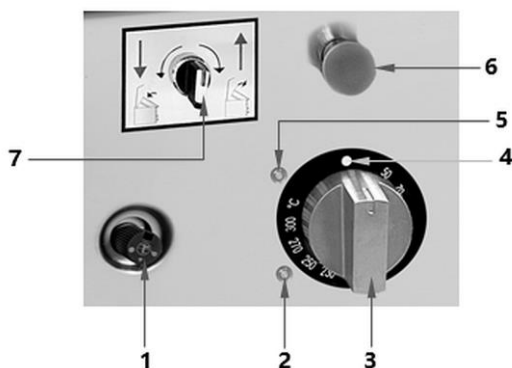

Abb. 10
2. Schalten Sie durch Drehen des Temperaturreglers (3, Abb. 10) das Gerät ein. Die grüne Betriebs-Kontrollleuchte (5) leuchtet auf.
3. Drehen Sie den Regler Zündung (1, Abb. 10) auf die Position Zündung  und halten Sie ihn gedrückt, bis die Flamme zündet.
Die Kippbratpfannen mit elektromotorischer Kippvorrichtung verfügen über einen roten Not-Aus-Knopf (6) an der Vorderseite (Abb. 10), dieser ermöglicht, den Betrieb jederzeit aufgrund einer Fehlfunktion des Geräts oder einer Notsituation zu unterbrechen.
1. Drücken Sie den Not-Aus-Knopf (6), um den Betrieb des Gerätes zu blockieren. Die Gaszufuhr zum Brenner wird unterbrochen und die Kippbewegung der Pfanne gestoppt.
2. Um den Betrieb der Kippbratpfanne wieder aufzunehmen, ziehen Sie an dem roten Not-Aus-Knopf (6), sodass dieser wieder in seiner Ausgangsposition ist.